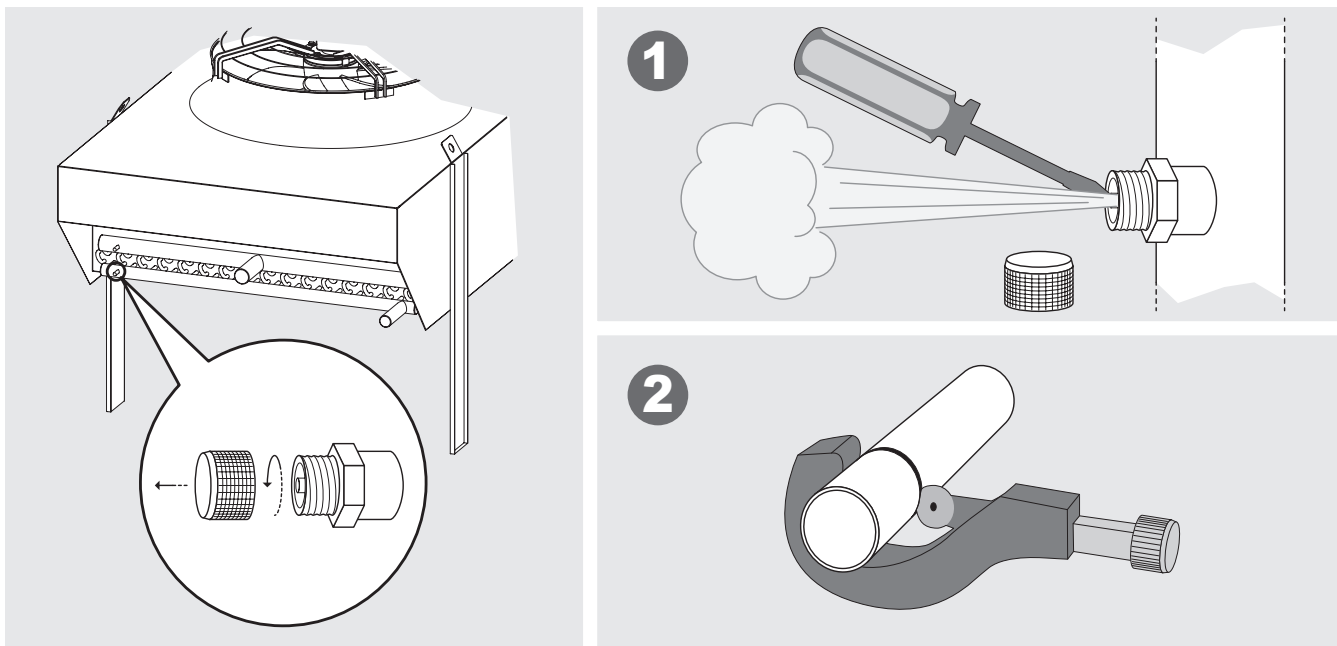

Abbildung 7
- 6.13 Bei KCEK-Fernverflüssiger und KCES-Gaskühler ist vor dem Schneiden der Eintritts- und/oder Austrittsmuffen der Vorladedruck (ca. 2 bar) aus dem Wärmetauscher abzulassen. Siehe Abbildung 7.